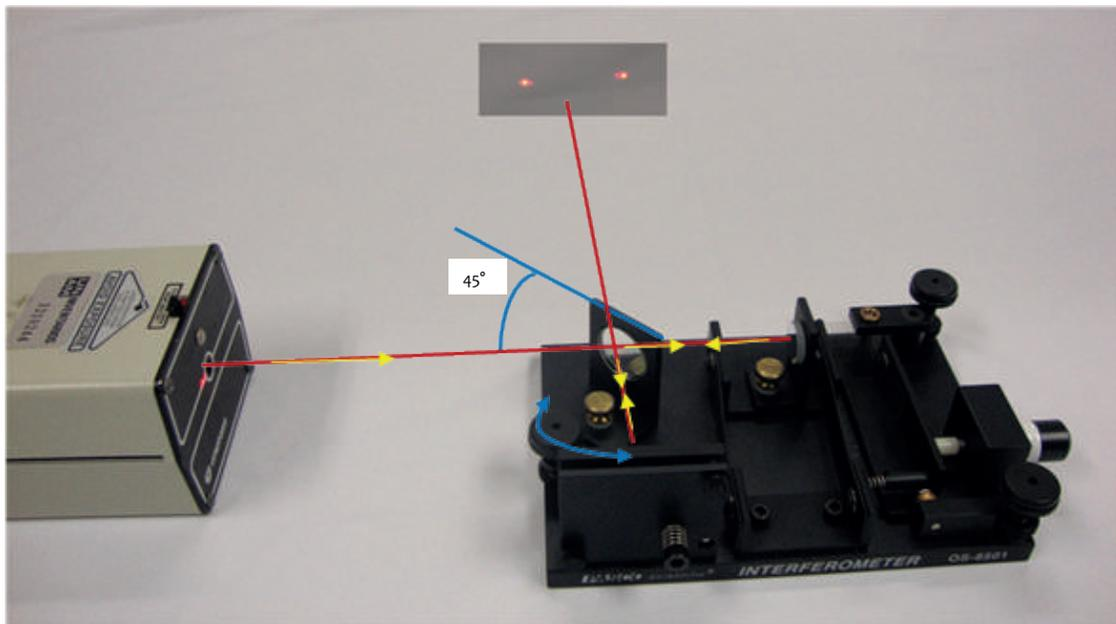

Figura 6.5. Ajuste del divisor de haz
- c) Mueva el divisor de haz, que la base de éste forme un ángulo de 45° , con respecto al rayo láser (figura 6.5). En la pantalla deberán observarse 2 puntos o series de puntos (haz dividido).